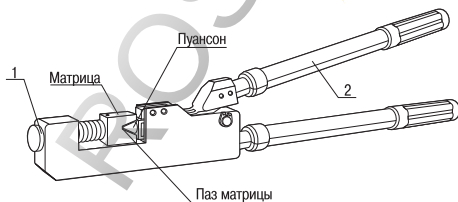

Рисунок 1
3.3 Отведите ручку 2 (смотри рисунок 1) пресса.